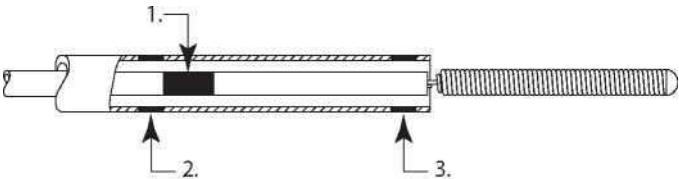

Figura 2
- 8. Continuați să avansați bobina detașabilă AXIUM™ până când markerul de aliniere cu bobina al împingătorului este aproape distal față de markerul proximal al microcateterului (vedeți figura 2).